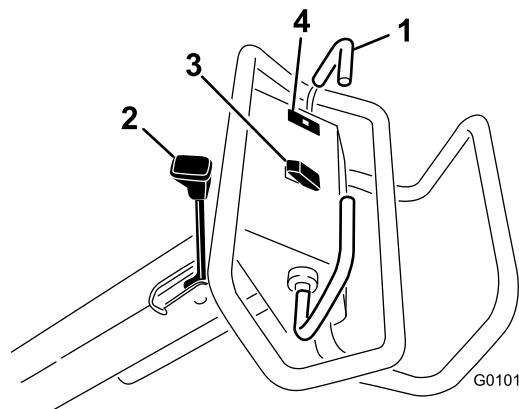

Bild 12
Bewegen Sie den Fahrantriebshebel nach vorne, um vorwärts zu fahren. Bewegen Sie den Fahrantriebshebel nach hinten, um rückwärts zu fahren (Bild 12).
Schieben Sie zur Aktivierung der Feststellbremse den Hebel zum Motor. Schieben Sie zum Auskuppeln der Feststellbremse den Hebel nach vorne (Bild 12).
Die Öldruckwarnlampe (Bild 12) leuchtet auf, wenn der Öldruck im Motor unter ein sicheres Niveau abfällt. Wenn der Öldruck je niedrig ist, stellen Sie den Motor ab und suchen Sie nach der Ursache. Beheben Sie den Schaden, bevor Sie den Motor wieder anlassen.
**Anheben:** Drücken Sie den Schalter oben (Bild 12), um den Aerifizierungskopf anzuheben und auszukuppeln. Hubdruck besteht nur bei laufendem Motor. Wenn der Aerifizierkopf unter der Transporthöhe ist, siehe „Zurücksetzen des Systemsteuerungsschaltkreises“.
**Absenken/Aktivieren:** Drücken Sie den Schalter unten (Bild 12), um den Aerifizierkopf abzusenken und einzukuppeln. Der Fahrantriebshebel muss in der Vorwärtsstellung sein, um den Schalter zu aktivieren.